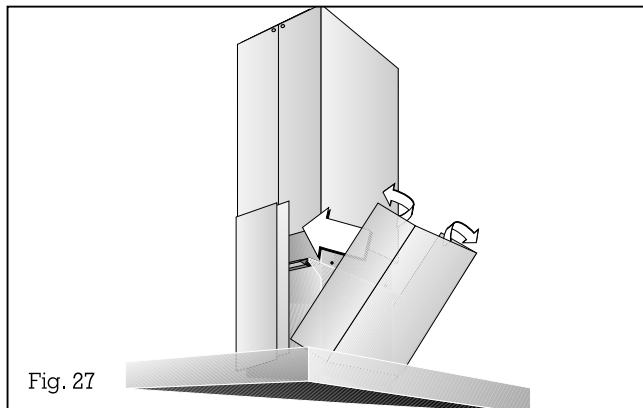

Fig. 27
15. Montez la partie inférieure de la cheminée sans bande magnétique sur la hotte. Cintrez légèrement la deuxième moitié inférieure de la cheminée (avec la bande magnétique), la faire glisser sur la première partie et l'ajuster (ne pas laisser de fente) (fig. 27).